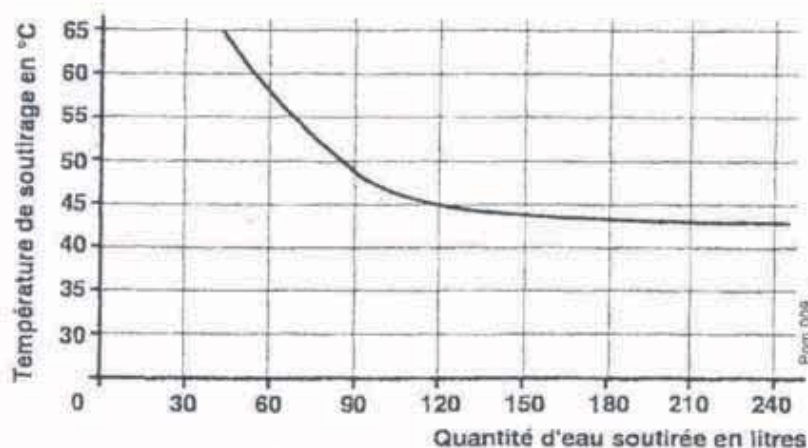

Fig. 3
- Les sections des canalisations seront déterminées selon les méthodes habituelles en utilisant la courbe débit / pression (**fig. 3 page 8**). Le réseau de distribution sera calculé selon le débit correspondant à la puissance réellement nécessaire, sans tenir compte de la puissance maximale que peut fournir la chaudière. Il est toutefois recommandé de prévoir un débit suffisant pour que l'écart de température entre départ et retour soit inférieur ou égal à 20°C. Le débit minimal est de **500 l/h** pour un bon fonctionnement.